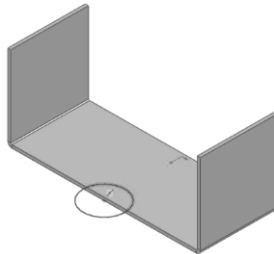

Рисунок 3.2
2. Накресліть коло і нанесіть на нього розмір R (табл. 3.1). Центр кола має співпадати з середньою точкою крайки (рис. 3.2).